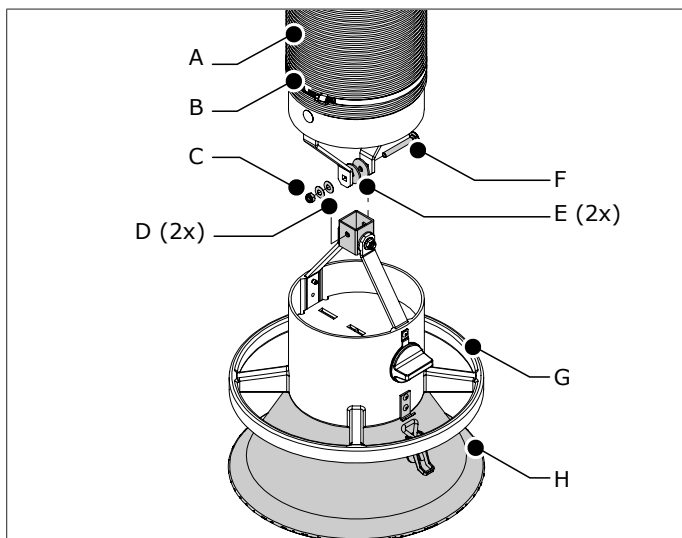

Рис. 4.4 Установка воронки (металлическое вытяжное устройство)
*Металлическое вытяжное устройство (KUA): см. Рис. 4.4*
- Установите вытяжную воронку (G) при помощи болта (F), 2 шайб (Е), 2 пружинных шайб (D) и контргайки (С).
- Установите раструб (H) на воронку (G). Зафиксируйте его зажимом.